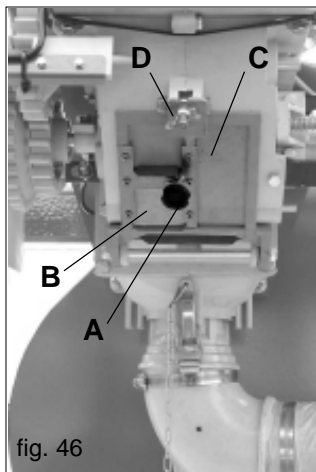

fig. 46
- a) placer un sac ou un bac sous la porte de déchargement de l'appareil doseur. Puis, dévisser la poignée (A Fig. 46) pour décharger le contenu de la trémie par le portillon (B). Enfin, ouvrir la porte de déchargement (C Fig. 46) en dévissant l'écrou à ailettes (D Fig. 46) pour vider le contenu restant à l'intérieur du doseur;